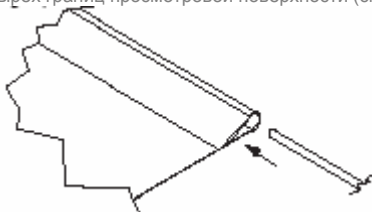

Рис. 6
2. Вставьте пластмассовую трубку внутрь сквозного кармана, образованного кромкой с четырех границ просмотровой поверхности (см. рис. 6).